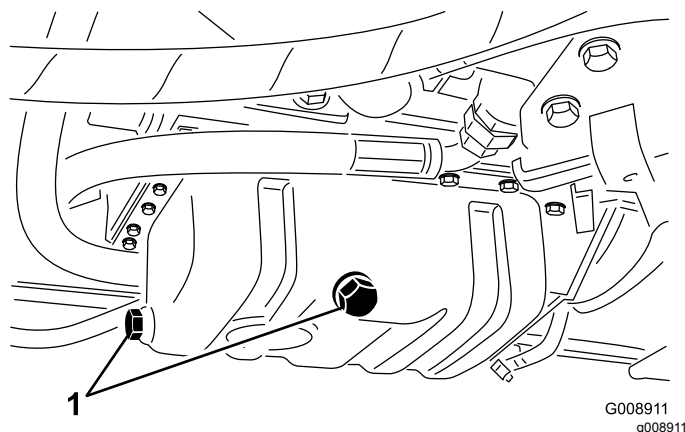

Figura 45
1. Togliete il tappo di spurgo (Figura 45) e lasciate defluire l'olio in una bacinella.